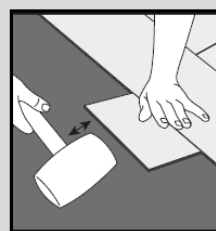

Fig. 4
5. Pokračujte v montáži dosiek cez miestnosť, až kým nebude celý rad dokončený. Tam, kde je to potrebné, použite gumené kladivo a doraz príp. odrezok lamely a ručný valec na tesné a pevné pripevnenie dosiek k sebe (Fig. 4 a 5). Na konci radu a po okrajoch miestnosti je možné použiť ťažnú tyč (Fig. 6).